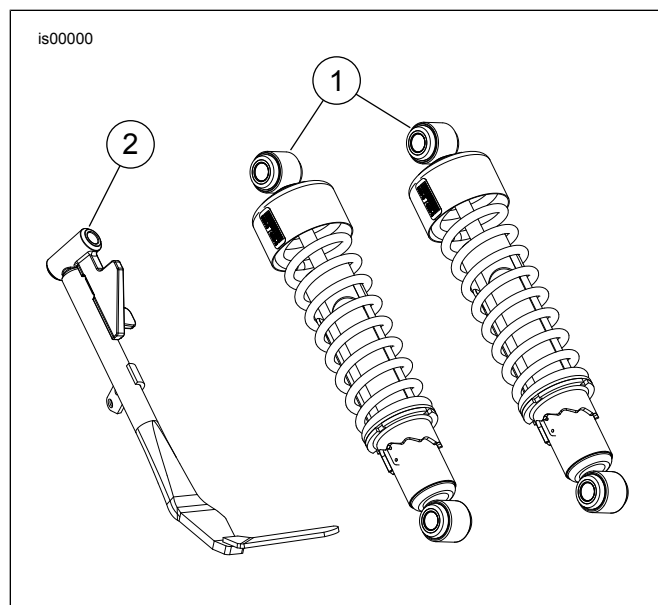

**Figure 2. Béquille latérale**
- Voir Figure 2. Placer la béquille latérale en position rétractée et retirer l'attache en forme de bretzel (3).
- Tout en maintenant fermement le pied de la béquille latérale (5) en position totalement rétractée, retirer l'axe de chape (1) jusqu'à ce qu'il se dégage du trou supérieur du pivot de la chape de la béquille latérale (4).
- Enlever le ressort (6) de la goupille d'ancrage (7) à l'aide d'une pince. Décrocher l'autre extrémité du ressort du pied de la béquille latérale.
- Nettoyer la goupille d'ancrage montée sur le cadre et appliquer une petite quantité de graisse de roulement de roue sur les trous de pivot de la chape et le pied de la béquille latérale (5) neufs, sur la rainure de la goupille d'ancrage et sur l'axe de chape (1).